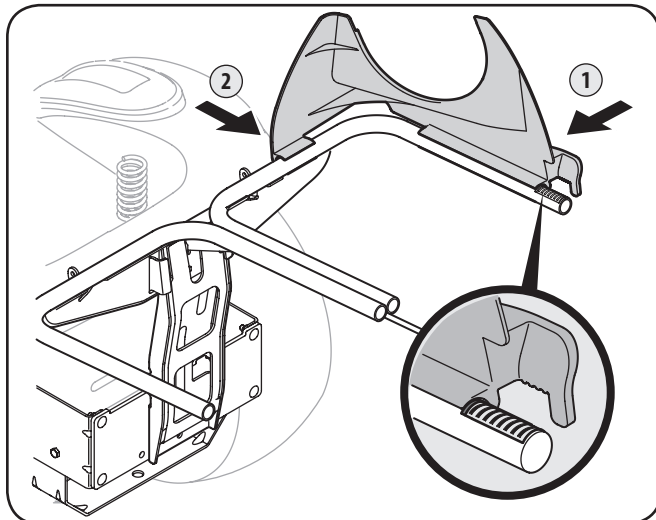

Figure 4-12
1. Comme le montre la Figure 4-12, enclenchez la goulotte de descente supérieure en plastique en insérant d'abord la partie latérale sur la barre de soutien de l'ensacheuse en s'assurant que le bord de l'élément d'enclenchement est aligné avec la ligne rouge.
2. Enclenchez la partie avant de la goulotte de descente à la barre, comme illustré à l'élément 2 de Figure 4-12.